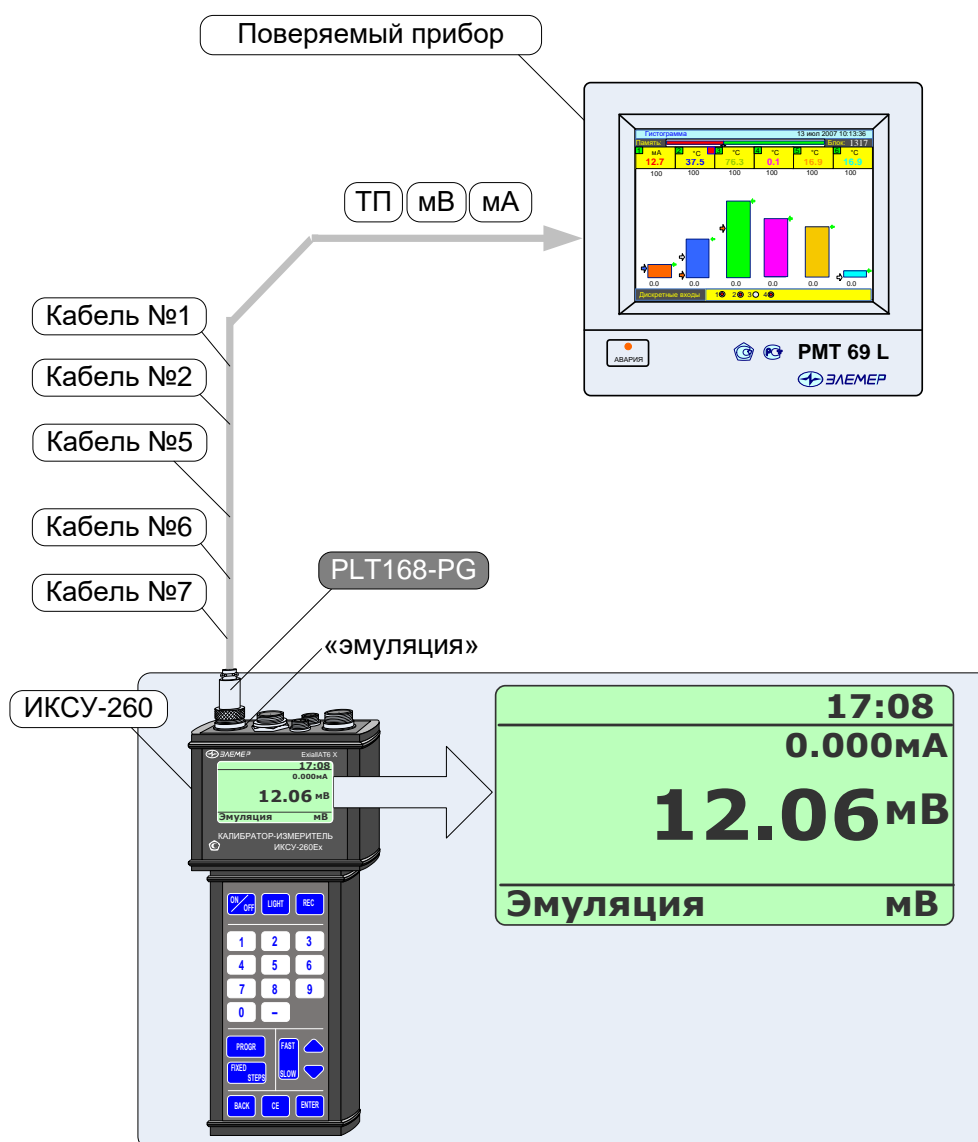

Рисунок 2.45
- в *Главном меню* войти в пункт «Эмуляция», затем из раскрывшегося списка выбрать требуемый пункт, например, «Милливольты» (см. рисунок 2.45), и нажать кнопку «»;